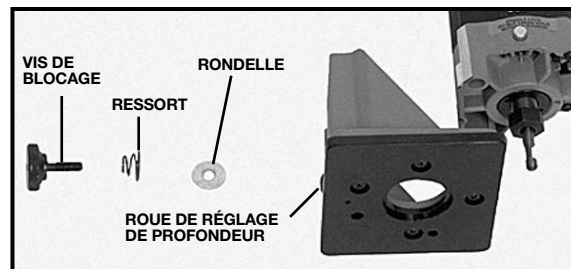

Fig. 3
L'affleureuse modèle 7310 est entièrement assemblée à l'usine. La base est assemblée au moteur modèle 7301 à l'aide de la vis de blocage de base (Fig. 3) ou déposée de celui-ci.
1. Desserrez la vis de blocage de base (Fig. 3) d'environ un quart de tour.
2. Tournez la roue de réglage de profondeur (Fig. 3) en sens horaire, en regardant le dessus de la roue, afin de lever le couteau, réduisant ainsi la profondeur de coupe, ou en sens anti-horaire afin de baisser le couteau pour augmenter la profondeur de coupe.